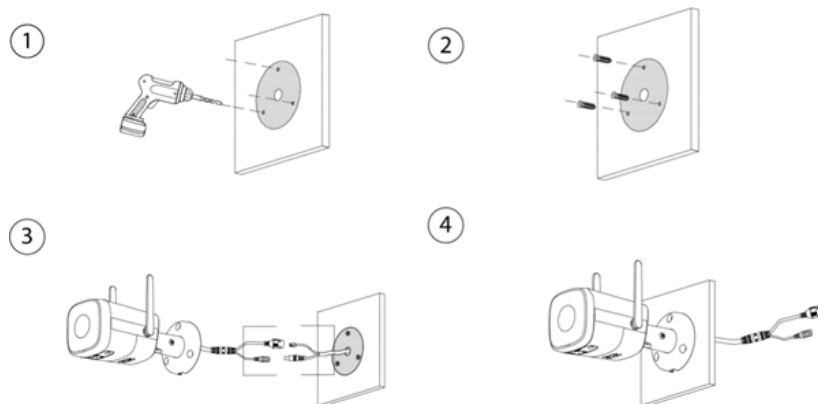

Figure 3-3. Passage du câble à travers la surface de montage
- Pour installer l'appareil en faisant passer le câble à travers la surface de montage. Voir Figure 3-3.